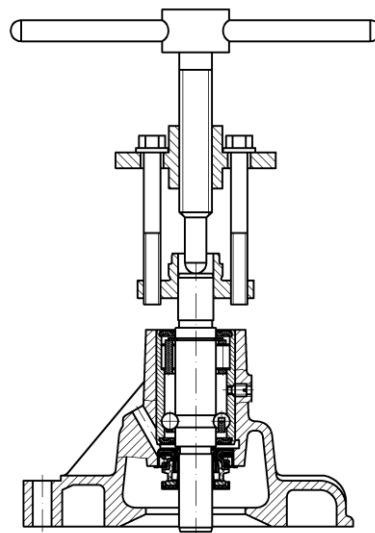

Рисунок 62. Снятие ступицы
- с помощью специального приспособления снять ступицу шкива насоса (рис.62);